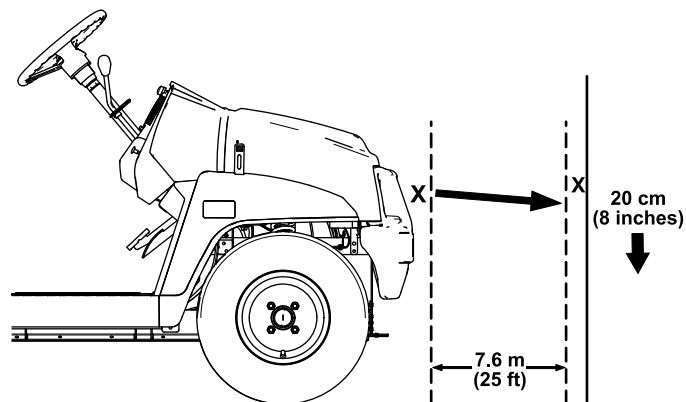

Bild 47
- Stellen Sie die Maschine auf einer ebenen Fläche ab, dabei sollte der Abstand der Scheinwerfer ca. 7,6 m von einer Wand entfernt sein (Bild 47).
Der hellste Teil des Scheinwerfers sollte 20 cm unter der Markierung an der Wand liegen (Bild 47).